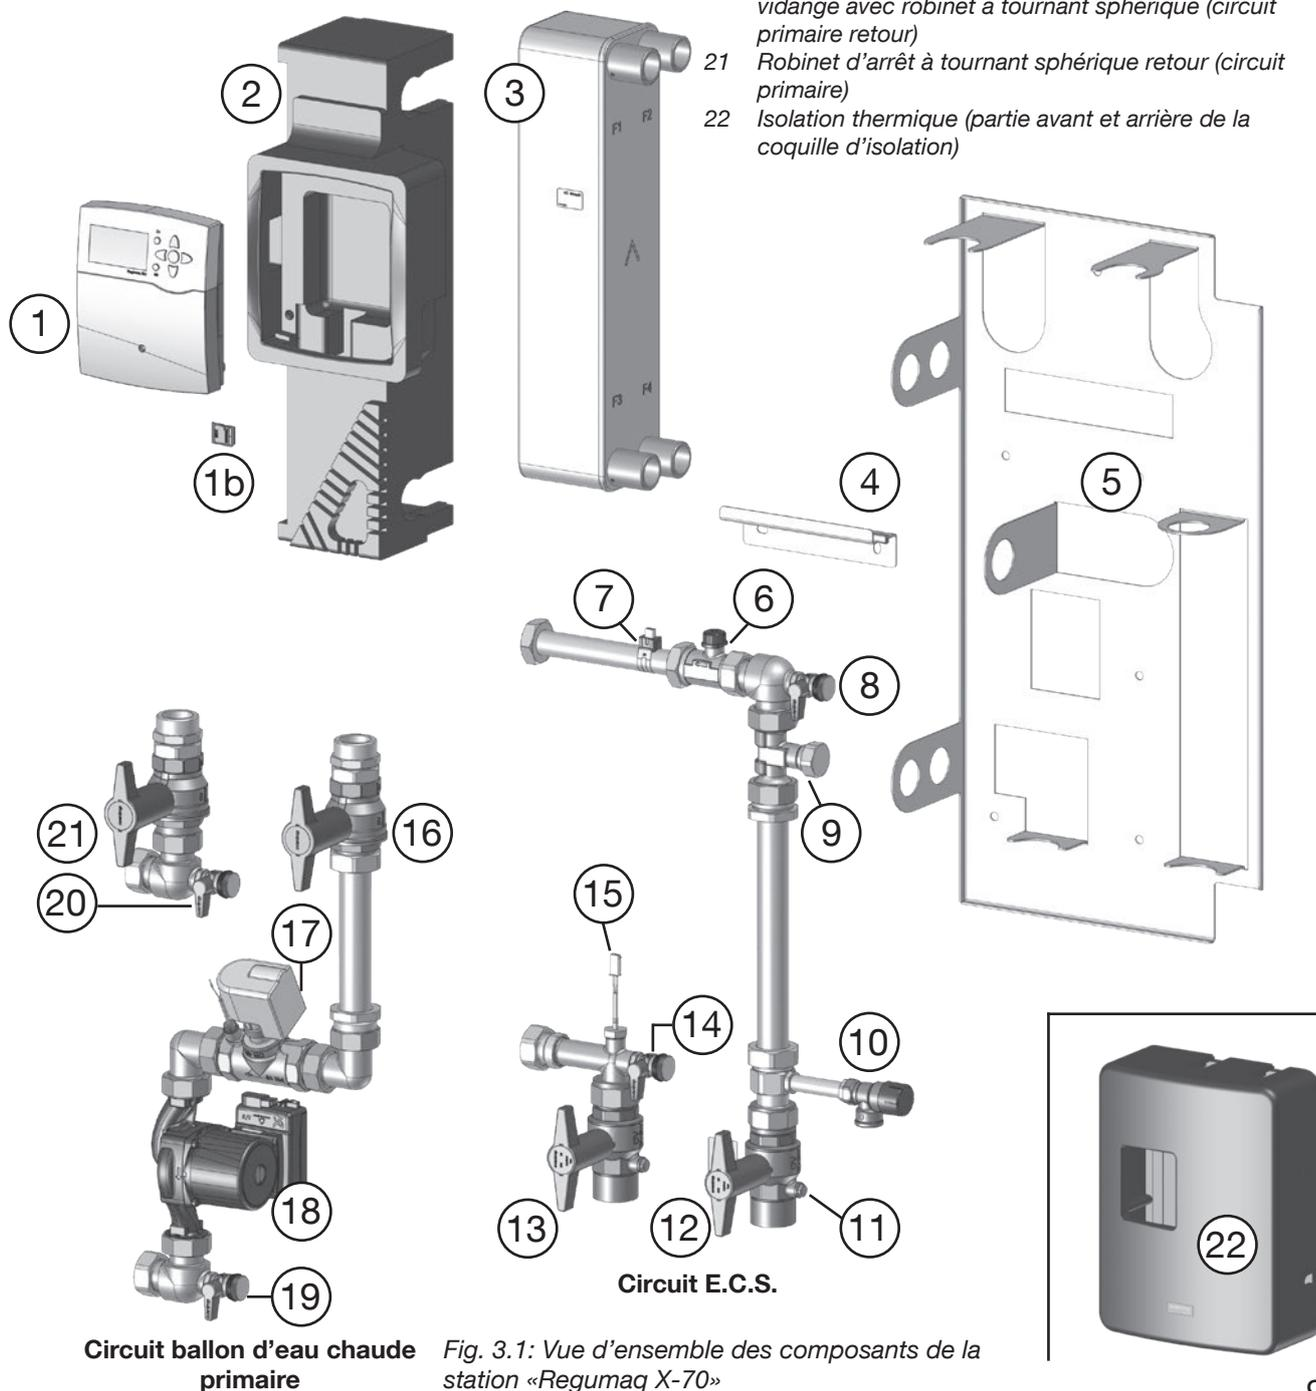
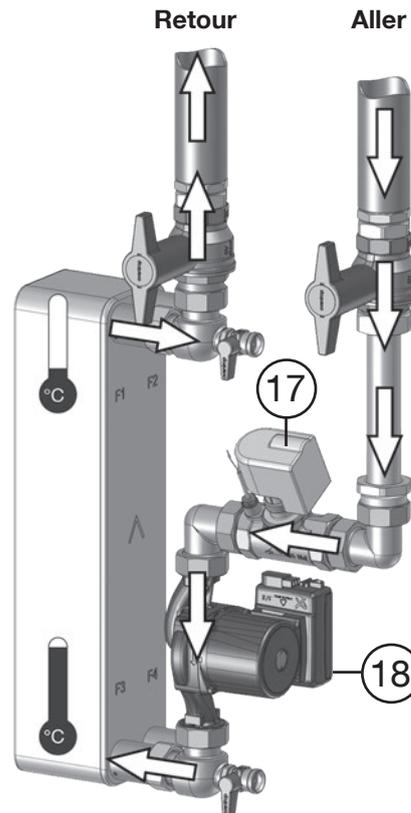
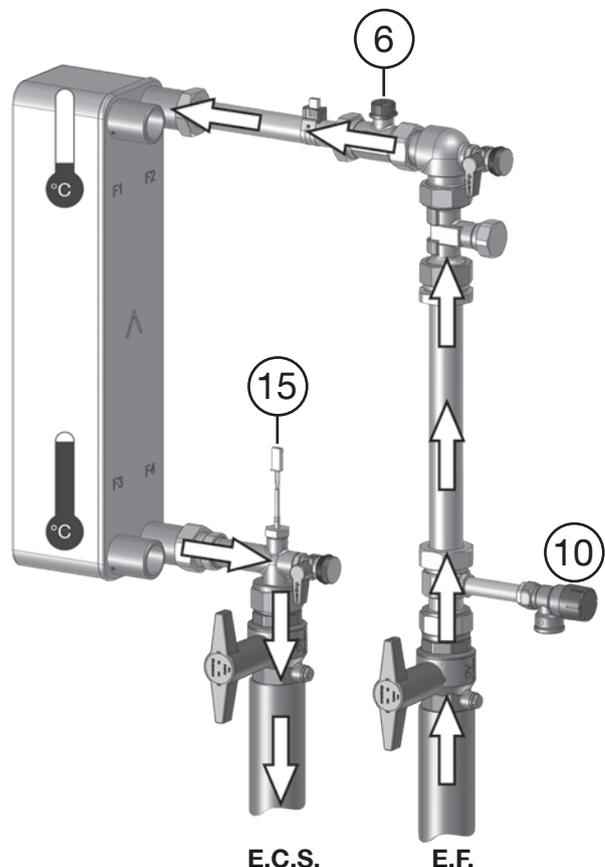

Fig. 3.1: Vue d'ensemble des composants de la station «Regumaq X-70»
Fig. 3.2: Côté circuit primaire avec l'aller venant du ballon tampon et le retour vers le ballon tampon
Fig. 3.3: Côté eau potable avec approvisionnement en eau chaude sanitaire (E.C.S.) et raccordement d'eau froide (E.F.)
Avec une température d'E.C.S. donnée de 60 °C et une température donnée du ballon d'eau chaude de 80 °C, la capacité de production d'E.C.S. peut varier de 1 à 80 l/min. La préparation d'eau chaude sanitaire est démarrée par le régulateur (fig. 3.1 page 9, pos. 1) qui règle le circulateur (fig. 3.2, page 9, fig. 18) sur une vitesse (variable) pour diriger de l'eau du ballon d'accumulation primaire vers l'échangeur de chaleur en fonction des besoins. La vitesse du circulateur, nécessaire pour atteindre la température d'E.C.S. désirée est calculée par le régulateur sur la base des valeurs réelles du débit et de la température (d'E.C.S.) détectées par les capteurs 6 et 15 (fig. 3.3). La vanne de régulation est actionnée en conséquence (voir ci-dessous).
La station permet un approvisionnement en chaleur selon les besoins même en cas d'une faible consommation d'eau chaude sanitaire. La capacité de refoulement minimum du circulateur (18) est réduite à nouveau par la **vanne de régulation** (Fig. 3.2, Pos. 17) intégré dans le circuit primaire. La vanne commence à se fermer à partir d'un débit de soutirage d'environ 20 l/min.